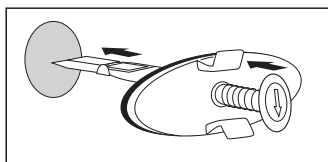

Fig. 1
- Tryk på spændstiften ved runde overløb, og hold den nede, så låsearmen kan klappes op, så den står i forlængelse med spændstiften (fig. 1).